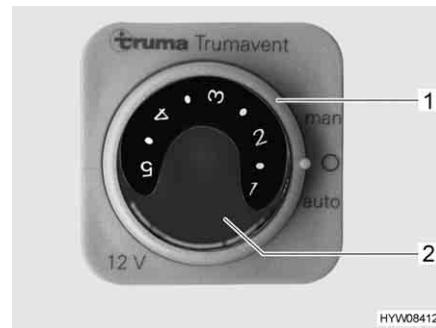

Fig. 125 Centralina di controllo per ventola di ricircolo dell'aria
- Impostare l'interruttore girevole (Fig. 125,1) sulla centralina di controllo della ventola di ricircolo su "man".
- Posizionare la manopola (Fig. 125,2) sulla potenza desiderata (3-5).
Spegnimento: ■ Impostare l'interruttore girevole (Fig. 125,1) sulla centralina di controllo della ventola di ricircolo su "0".